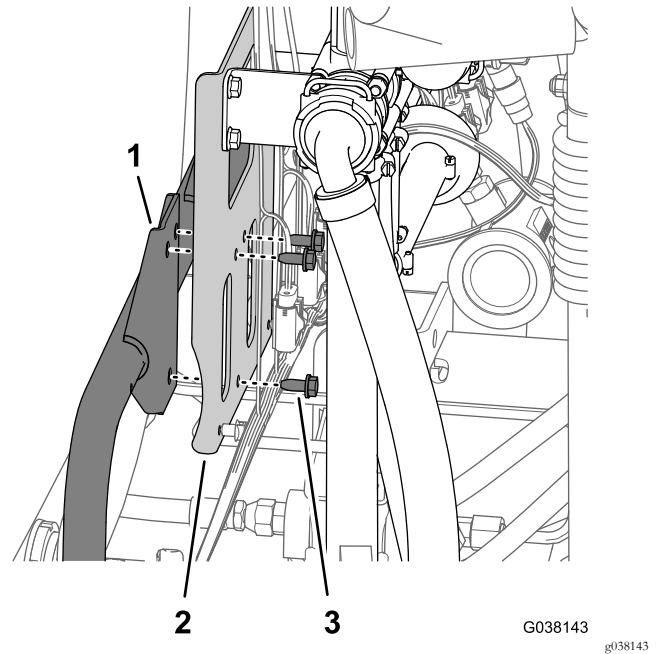

图26
1. 在支撑搅拌、喷洒率和主喷洒阀支架的同时卸下将阀门支架固定至安装座的 3 个凸缘头螺栓 5/16 x 3/4 英寸 图26。